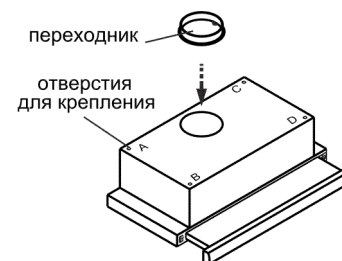
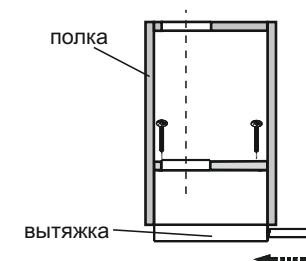

рис. 4
рис. 5
- 6.1 Установите пластиковый переходник и зафиксируйте его защелками (рис. 4).
- 6.3 Крепление кухонной вытяжки к верхней полке над плитой (рис. 4, рис. 5):
- вырежьте дополнительное отверстие в полке шкафа (рис. 5) для воздуховода при работе в режиме «вытяжки» для свободного прохождения воздуха при работе в режиме «рециркуляции»;